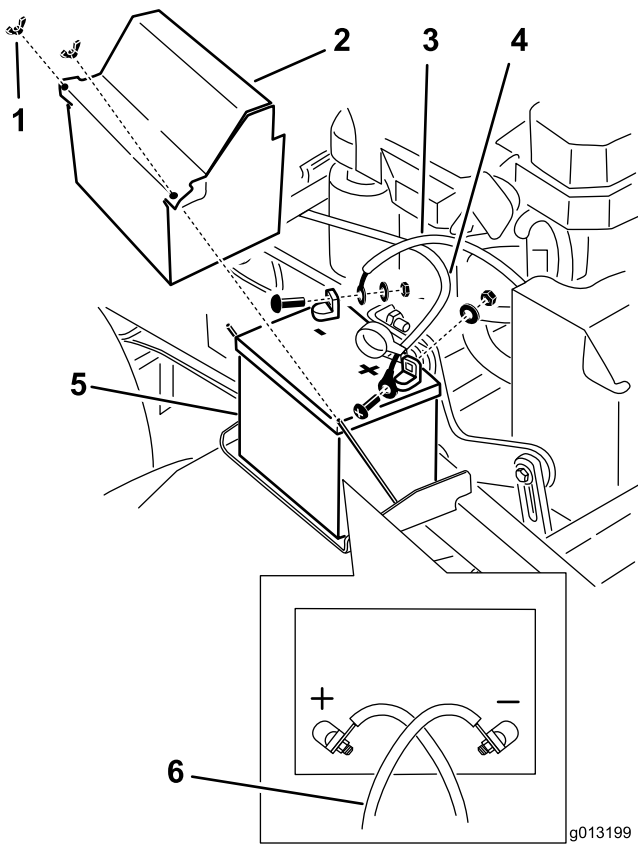

Figura 51
3. Desconecte el cable negativo del borne negativo (-) de la batería (Figura 51).
4. Retire la cubierta de goma roja del borne positivo (rojo) de la batería. Luego retire el cable positivo (rojo) de la batería (Figura 51).
5. Retire la pletina de sujeción de la batería (Figura 51), y retire ésta.
1. Coloque la batería en la máquina (Figura 51).
3. Conecte primero el cable positivo (rojo) al borne positivo (+) de la batería con una tuerca, una arandela y un perno (Figura 51). Deslice la cubierta de goma sobre el borne.
4. Luego conecte el cable negativo y el cable de tierra al borne negativo (-) de la batería con una tuerca, una arandela y un perno (Figura 51).
Nota: Los cables de la batería se cruzan cuando están correctamente instalados (Figura 51).